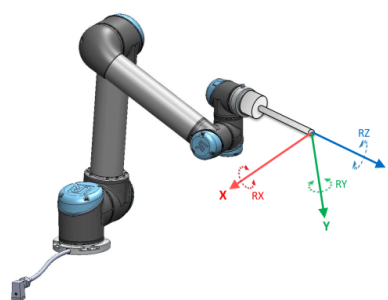

Figura 13.2: Recurso de Ferramenta (TCP)
- *Recurso Ferramenta*: localizado com origem no centro da atual do TCP (veja a figura 13.2)